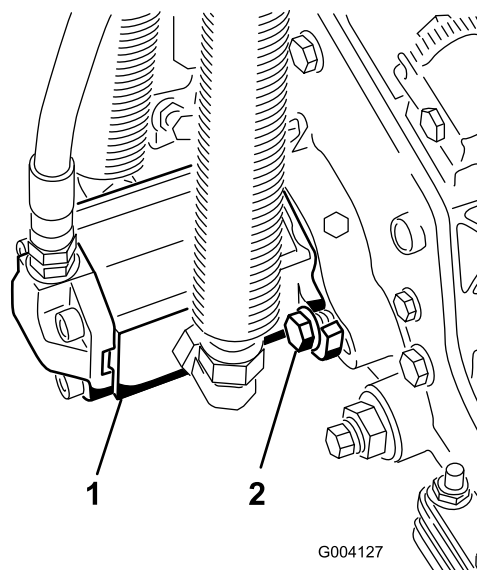

Рисунок 32
3. Установите электродвигатель, повернув его по часовой стрелке так, чтобы фланцы двигателя не закрывали болты (Рисунок 32).